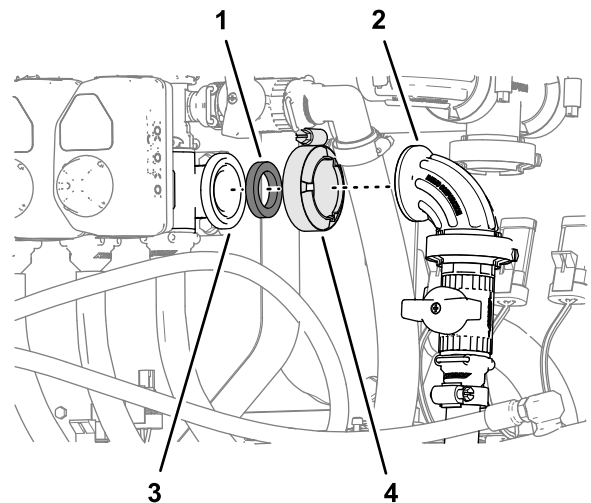

Figura 139
4. Monte el acoplamiento de 90° de la válvula de cierre del kit opcional de lanza de mano o el kit de carrete de manguera eléctrica en la brida de la válvula de boquilla 10 con la brida de fijación y la junta que retiró en el paso 1, y apriete la abrazadera a mano (Figura 139).